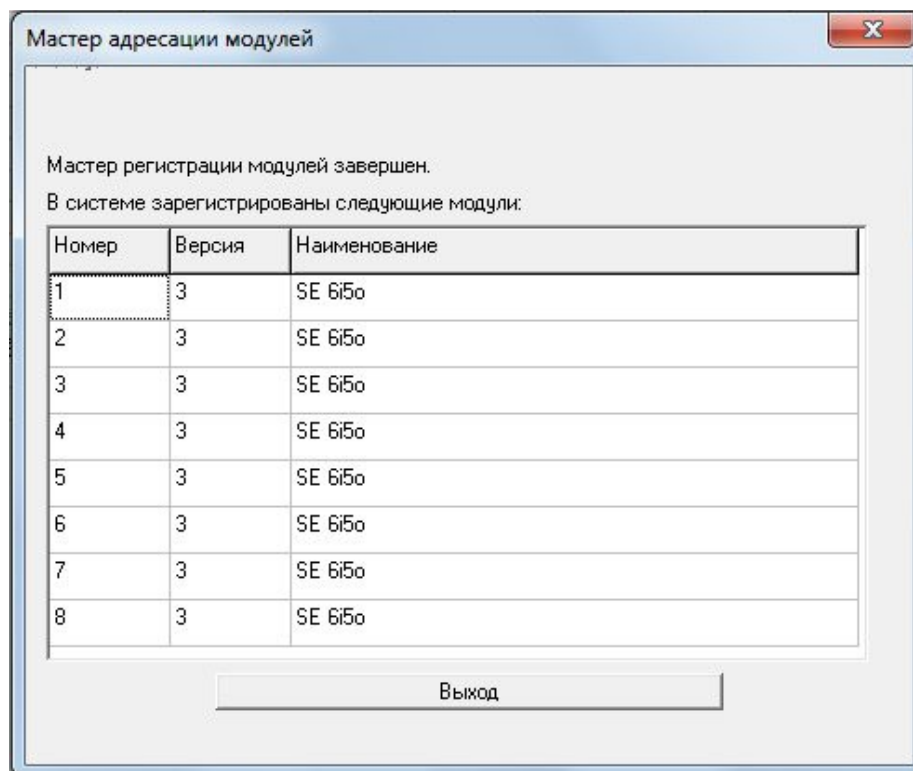

Рис.5
4. После адресации всех модулей нажать кнопку «Завершить мастер адресации модулей». Программа выдаст информацию по всем адресованным модулям системы с которыми сможет работать контроллер AlphaSE. (см. Рис. 5)